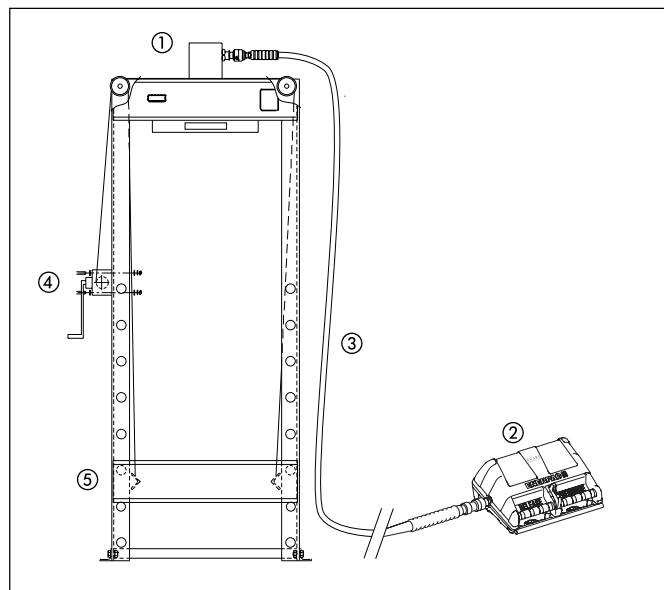

Figura 1, Prensa XLP de 25 toneladas
3.0 INSTALACIÓN (Ver figura 1)